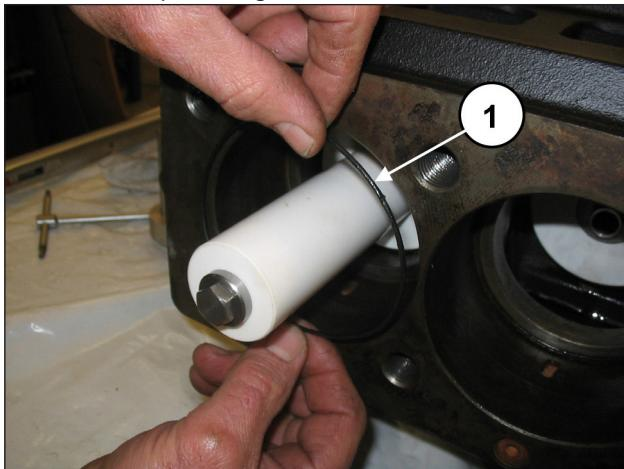
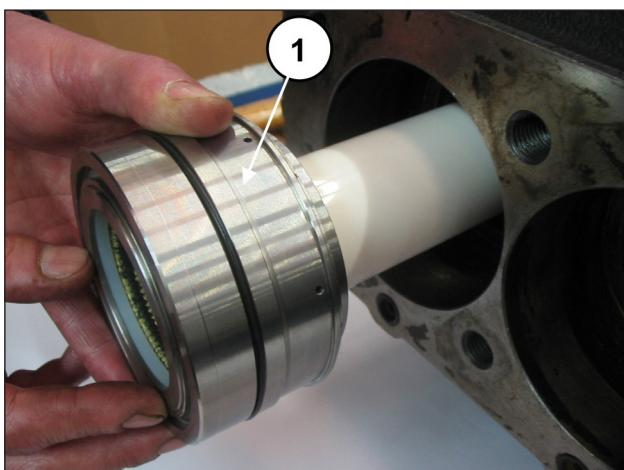

Fig. 184
Fig. 185
Introducir la junta tórica en el cárter de la bomba (pos. ①, Fig. 184) y, a continuación, introducir a fondo el bloque camisa-soporte junta (con la junta tórica) ensamblado anteriormente (pos. ①, Fig. 185).